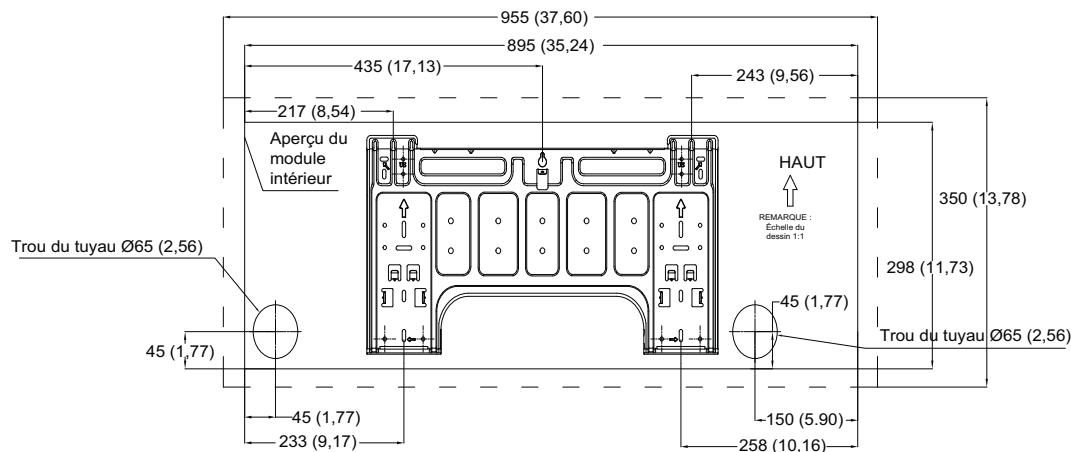

Fig. 4 – Capacités 9 000 et 12 000
Laissez suffisamment d'espace pour permettre la circulation d'air et l'entretien de l'appareil. Voir fig. 4 pour connaître les distances minimales requises entre l'appareil et les murs ou les plafonds.
La dimension des plaques de montage varie selon les modèles. Vérifiez que l'espace de montage du module intérieur est suffisant (voir les figures 4 et 5). Ces figures montrent les cotes suivantes :
- Déterminez l'emplacement du trou du tuyau en utilisant la plaque de montage comme modèle. Percez le trou du tuyau sur un diamètre conforme aux valeurs indiquées aux figures 4 et 5. Le trou du tuyau extérieur est inférieur de 13 mm (1/2 po) minimum au trou du tuyau intérieur, il est donc légèrement incliné vers le bas (consultez la fig. 9).